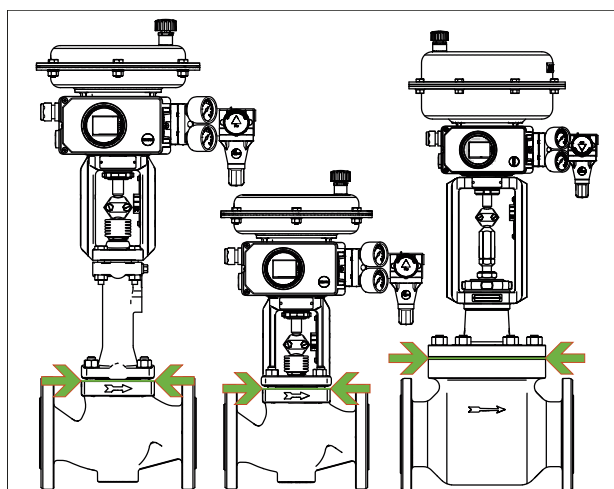

Fig. 9: Límites del aislamiento de válvulas lineales (ejemplo)
- ⇒ *Las válvulas lineales solo se pueden aislar hasta la brida tapa del cuerpo, ver Fig. 9. Esto también aplica a las ejecuciones con fuelle o pieza de aislamiento para temperaturas del fluido inferiores a 0 °C (32 °F) o superiores a 220 °C (428 °F). ¡Si también se aísla la pieza de aislamiento, ésta pierde su función!*